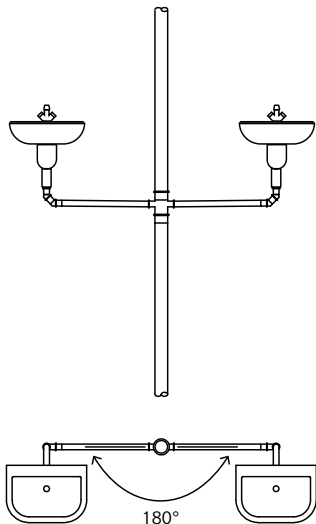

Bild 4
- Bei Fallleitungen mit mehr als 22 m Fallhöhe müssen bei Fallleitungsverzügen und bei der Einmündung in eine Sammel- und Grundleitung Umgehungsleitungen eingebaut werden. Diese Umgehungsleitung darf gemäß Bild 4 erst 1,5 m nach dem Aufstandsbogen in die Sammel- und Grundleitung eingemündet werden. Die Umlenkung der Fallleitung ist mit 45° Bögen und einem Zwischenstück mit 250 mm Länge auszuführen.
Bei gleichartigen Entwässerungsgegenständen durch Anordnung eines Doppelabzweigers 180° gemäß Bild 4.